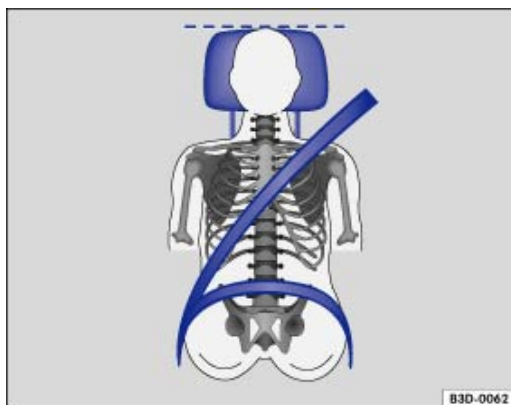

Fig. 42 Ajustement correct de la ceinture et réglage correct de l'appuie-tête.
- Réglez l'appuie-tête de manière à ce que son bord supérieur se trouve, si possible, au niveau de la partie supérieure de la tête, mais pas plus bas que les yeux. Positionnez toujours l'occiput le plus près possible de l'appuie-tête → Fig. 41 et → Fig. 42.